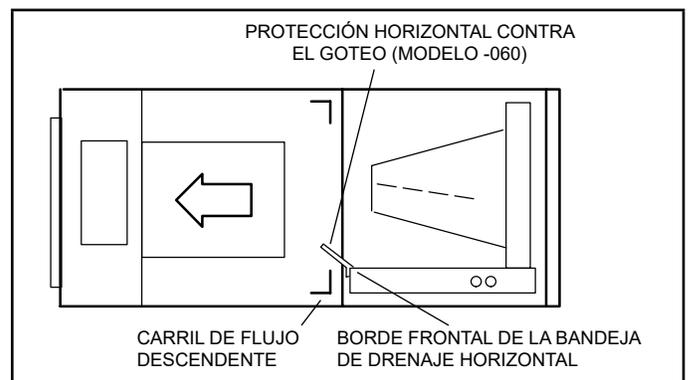

IMAGEN 5. Configuración de descarga por el lado izquierdo
- 8 - Instale la protección horizontal (modelo -060) en el borde frontal de la bandeja de drenaje horizontal, tal como se ilustra en la Imagen 5.